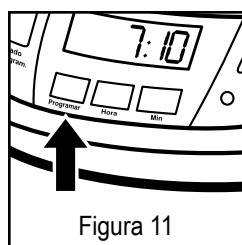

Figura 11
5. Presione el botón para retrasar la preparación del café "ACTIVAR PROGRAMACION". Consulte la figura 11.